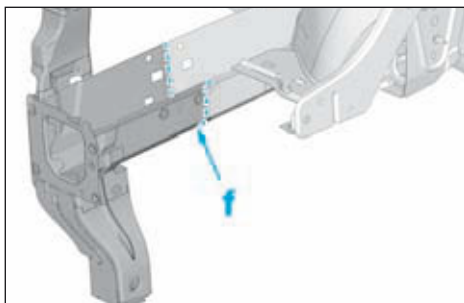

FIG.32
- Soudier par cordons MAG par l'extérieur en (f) (Fig.32).